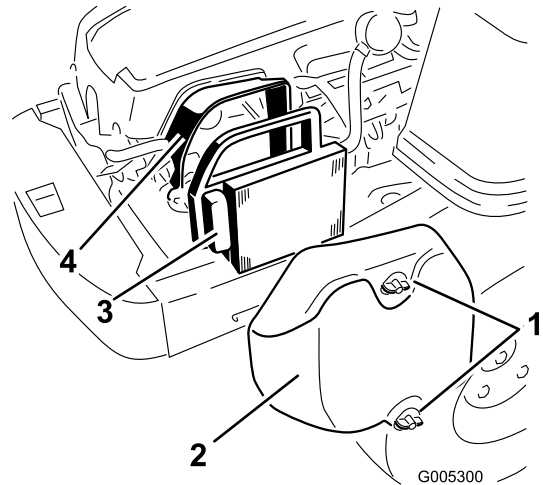

Figura 28
1. Retire la tapa del limpiador de aire (Figura 28).
2. Retire el elemento limpiador de aire con la junta de goma integral (Figura 28).
5. Instale el elemento del limpiador de aire con el lado plisado hacia fuera, y asiente la junta de goma en los bordes de la base del limpiador de aire (Figura 28).
6. Vuelva a instalar la tapa del limpiador de aire y fíjela con los dos pomos (Figura 28).